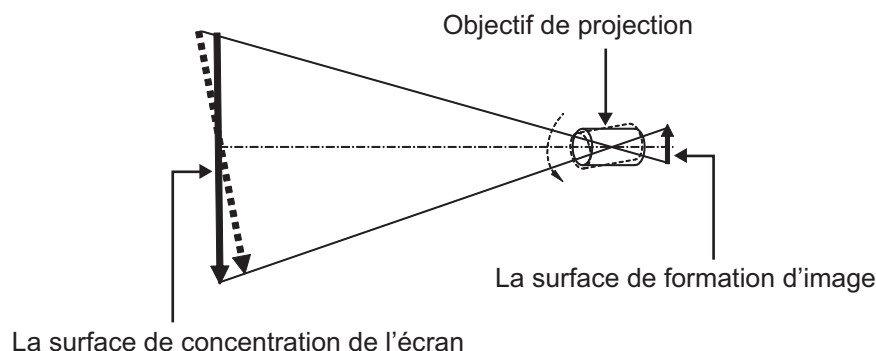

Figure 1 Un schéma montrant l'effet de l'inclinaison des lentilles
- Si les vis sont tournées dans le sens inverse des aiguilles d'une montre, l'inclinaison de l'objectif change (voir Figure 1) en déplaçant le support de la monture d'objectif vers l'avant (côté écran), et sur l'image projetée à l'écran, les vis de réglage et le point de focalisation en sens inverse se déplacent depuis le côté intérieur de l'écran vers l'extérieur.